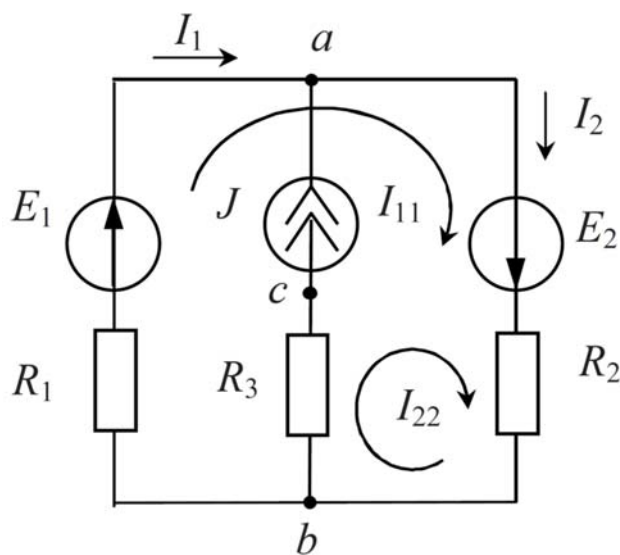

Рис. 11
2.1 Определить токи в электрической цепи, изображенной на рис. 11 методами контурных токов и узловых потенциалов и проверить выполнение